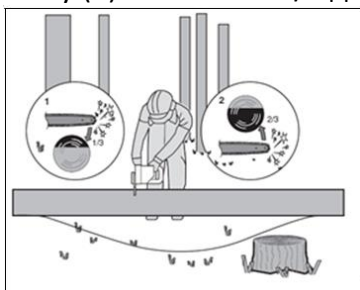

Рис. 5
Когда бревно имеет опору с обоих концов, как показано на рис. 5, отпилить $1/3$ диаметра с верхней стороны (над козлами) (1). Затем сделать окончательный рез снизу (2) на нижние $2/3$ диаметра, навстречу первому резу.